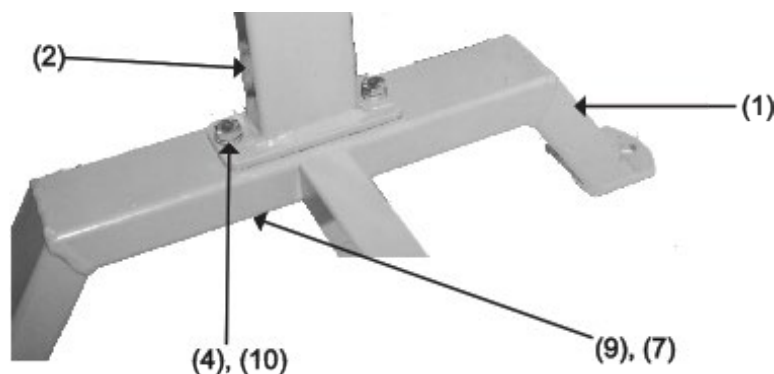

Figura 1
- Conectați suportul principal (3) la suportul de masă (2). Introduceți două șuruburi (6) cu șaibe (10) în jos prin Suportul Masei (2) și Suportul Principal (3). Glisați încă două șaibe (10), șaibe elastice (9) și filetați piulițele (7).
- Atașați suportul de masă (2) la picior (1). Introduceți două șuruburi (4) cu șaibe (10) în jos prin suportul pentru masă (2) și în jos prin picior (1). Glisați încă două șaibe (10), șaibe elastice (9) și filetați piulițele (7). Consultați Figura 1 pentru detalii.